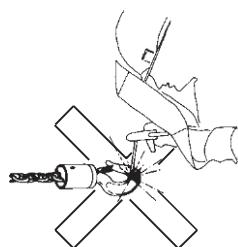

Fig. 3
- La catena di carico non deve mai essere utilizzata come massa durante operazioni di saldatura (Fig.3).